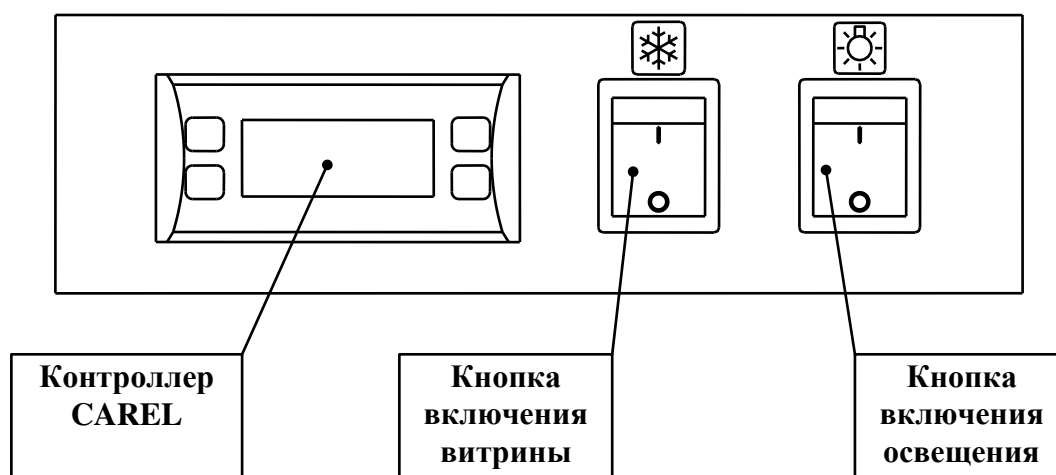

Рис. 1
- Электрическая система включает в себя панель управления (рис. 1), распределительный блок, пуско-защитный блок компрессора, панель вентиляторов испарителя, встроенный светильник. В панели управления, расположенной сверху витрины, находятся выключатели питания и освещения, электронный регулятор (контроллер). Распределительный блок электрооборудования и автоматический защитный выключатель располагаются в подставке витрины.